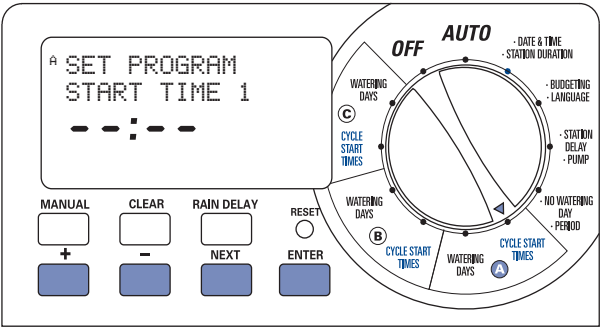

Abbildung 5: Startzeit einstellen
- Drehregler bei dem gewünschten Programm auf CYCLE START TIMES (Zyklusstartzeiten) drehen. In der Anzeige wird je nach ausgewähltem Programm A oder B oder C angezeigt. [Siehe Abbildung 5].